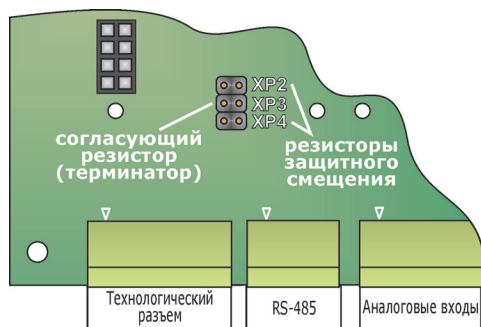

Рисунок 2.9 - Расположение перемычек включения согласующего резистора (терминатора) и резисторов защитного смещения на контроллере преобразователя
- согласующий резистор (терминатор) необходим для согласования входного сопротивления приемника сигнала с волновым сопротивлением линии связи. При несогласованных сопротивлениях возникает эффект отраженного сигнала, что приводит к возникновению сбоев в передаче данных. Включение встроенного в преобразователь согласующего резистора (терминатора) осуществляется с помощью перемычки ХР3 на контроллере преобразователя (см. рисунок 2.9). По умолчанию согласующий резистор включен (заводская установка).
- резисторы защитного смещения необходимы для повышения помехоустойчивости сети RS-485 в то время, когда все устройства в сети находятся в режиме ожидания, и ни одно из них не передает данных. По умолчанию встроенные в преобразователь резисторы защитного смещения отключены (заводская установка). Для подключения резисторов защитного смещения необходимо установить перемычки ХР2 и ХР4 на контроллере преобразователя (см. рисунок 2.9).